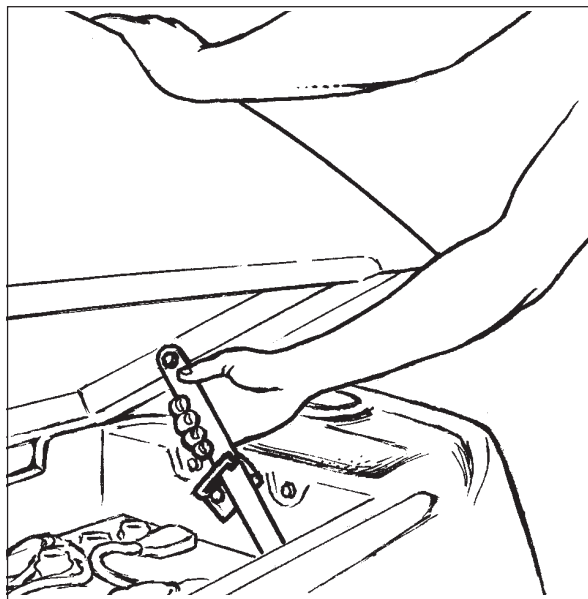

Figure 29B
**REMARQUE :** Il existe une position intermédiaire pour maintenir le réservoir de récupération ouvert pour pouvoir recharger les batteries. Voir figure 29B.